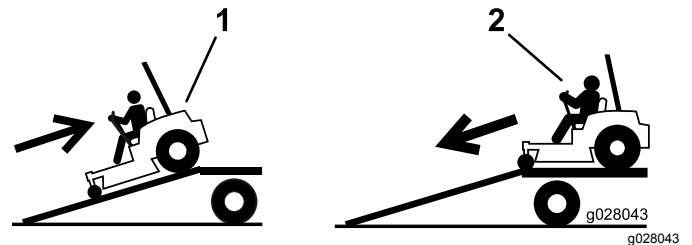

Figura 37
2. Baje la máquina por la rampa conduciendo hacia adelante (Figura 37).